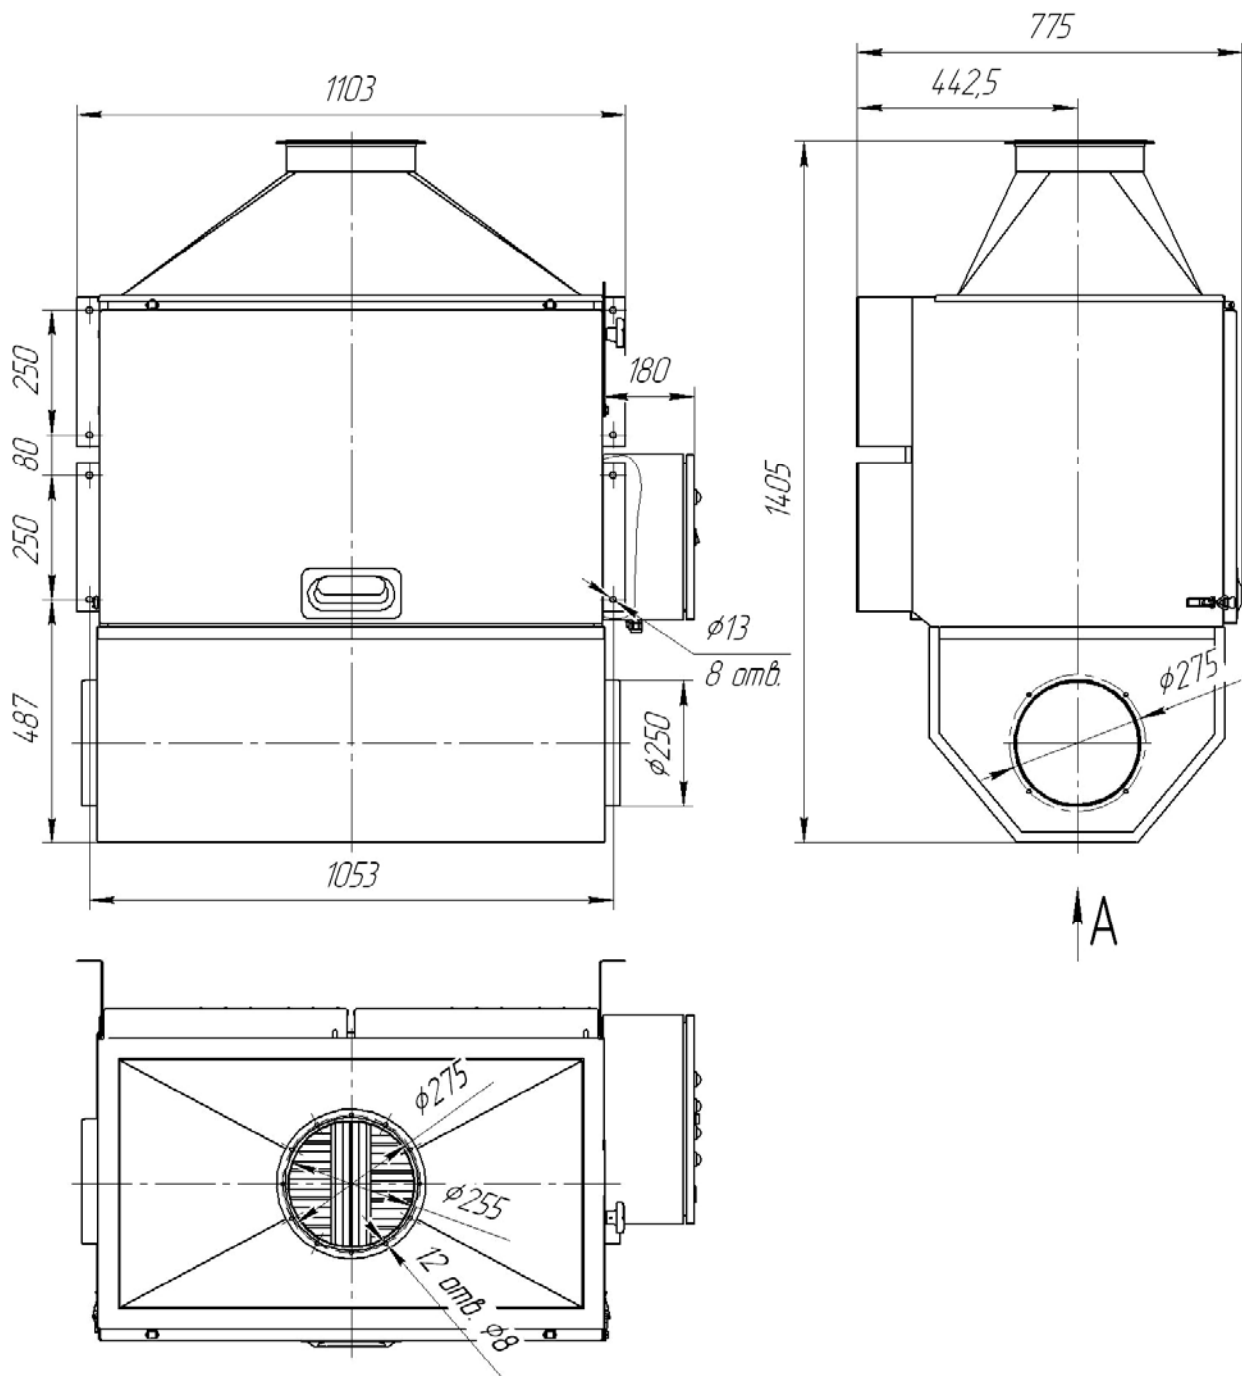

Рис. 4.1
4.1. Габаритные и присоединительные размеры электростатического фильтра указаны на рис. 4.1 и 4.2.